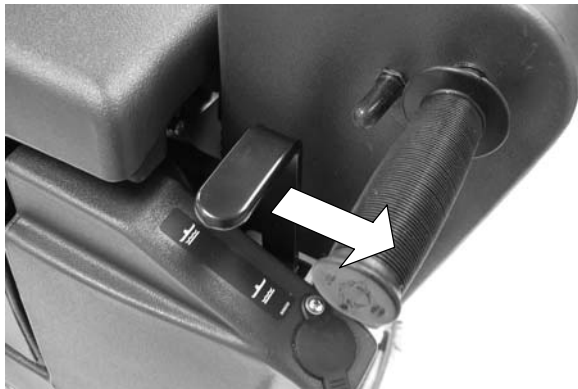

FIG. 3
2. Tirez le levier du racloir vers l'arrière pour relever la bride de fixation du racloir (Figure 3).